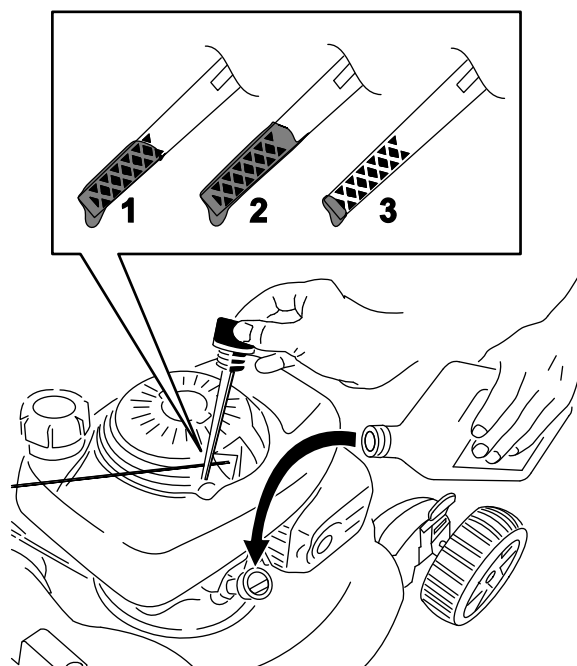

Figura 11
2. Retire la varilla girando el tapón en el sentido contrario a las agujas del reloj y tirando del mismo (Figura 11).
5. Observe en la varilla el nivel de aceite (Figura 11).
- Si el nivel de aceite de la varilla es demasiado bajo (Figura 11), vierta con
- Si el nivel de aceite de la varilla es demasiado alto (Figura 11), drene el exceso de aceite hasta que el nivel de aceite en la varilla sea correcto; consulte Cambio del aceite del motor (página 15).